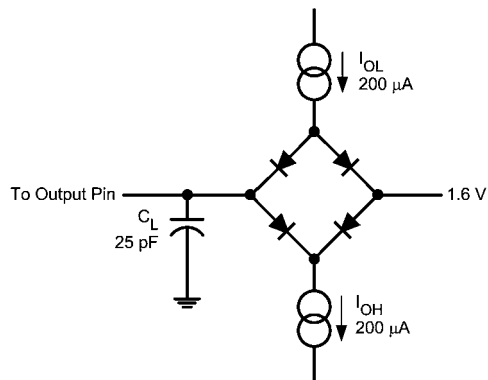

FIGURE 1. Timing Test Circuit
- Note 11:** Figure 1 に示すタイミング試験回路で測定され、出力信号が 1.0V を横切るタイミングとして定義されています。
- Note 12:** Figure 1 に示すタイミング試験回路で測定され、出力信号が 1.0V または 2.0V を横切るタイミングとして定義されています。
- Note 13:** t_{DIS} は Figure 1 に示すタイミング試験回路を使って、出力が 0.5V 変化するタイミングから取得しています。続いて、測定値を調整して出力容量の充電または放電効果を排除しています。そのため t_{DIS} はバス開放に要する実際の時間であり、バス負荷には依存しません。